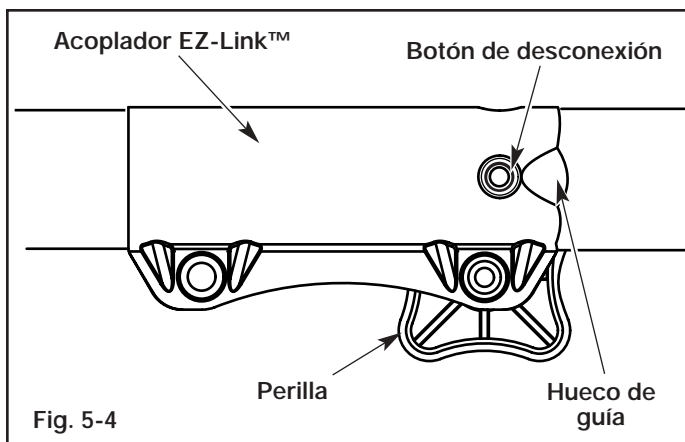

Fig. 5-4
1. Gire la perilla en sentido antihorario para aflojarla (Fig. 5-4).
NOTA: La alineación del botón de desconexión con el hueco de guía facilitará la instalación (Fig. 5-4).